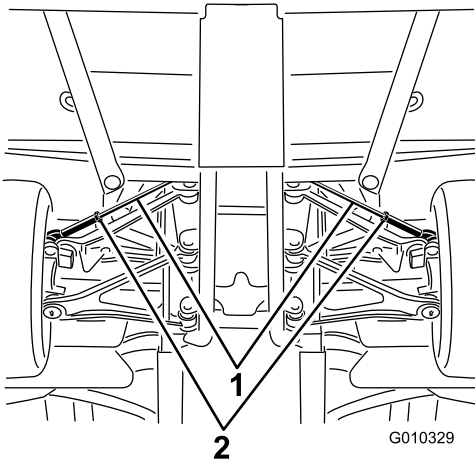

Figura 56
- A. Allentate il controdado al centro del tirante (Figura 56).